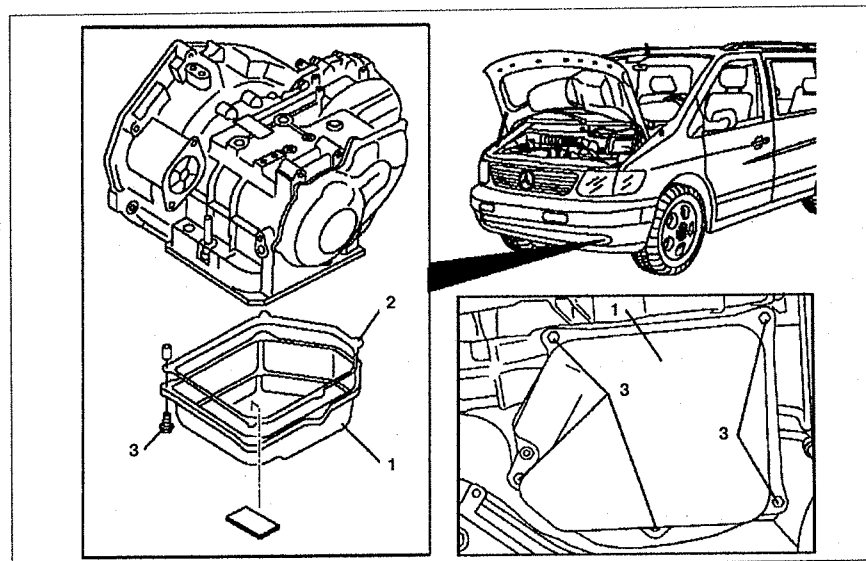

Рис. 6.56. Поддон АКПП (автомобили с двигателем 104.900):
2. Открутите болты 3 крепления поддона (см.рис.6.56).